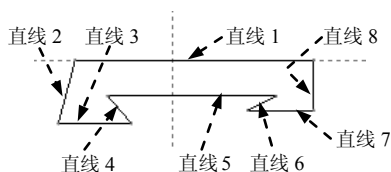

图 5.2.21 草绘截面的初步图形
- 选择下拉菜单 **草绘(S)** → **线(L)** → **线(L)** 命令,绘制图 5.2.21 所示的 8 条线段(绘制时不要太在意图中线段的大小和位置,只要大概的形状与图 5.2.21 相似就可以)。